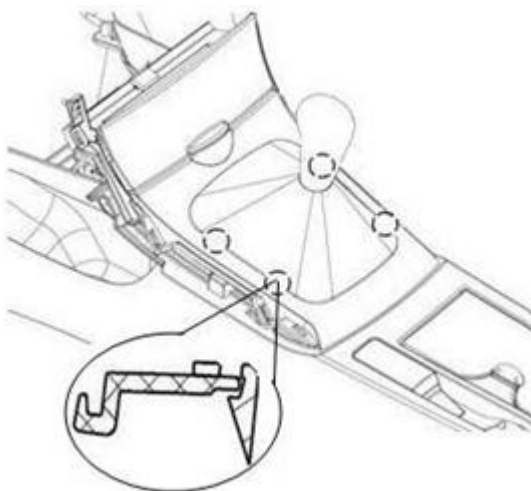

图4-2-2-2 换挡操纵机构盖板组件和防尘罩
- (2) 对于使用手动挡的车辆，将盖板组件从副仪表板上拆下后，还需将防尘罩从盖板上拆下，最后再小心拿下换挡操纵机构盖板。图4-2-2-2为换挡操纵机构盖板组件与防尘罩的四处配合结构，如图4-2-2-2所示；
- (3) 换挡操纵机构盖板组件的安装过程与以上拆卸顺序相反。